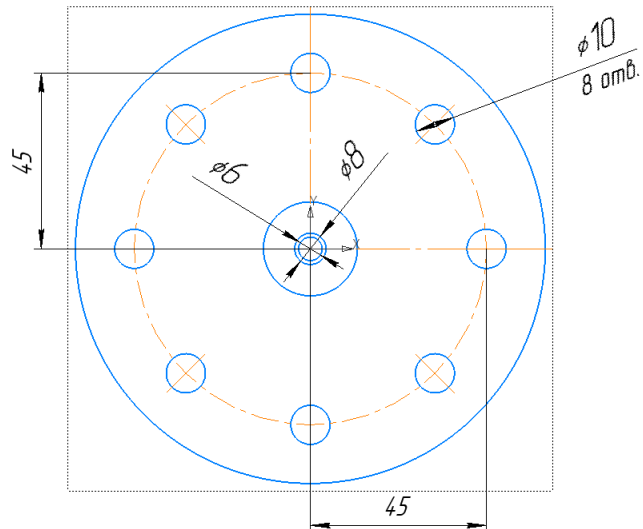
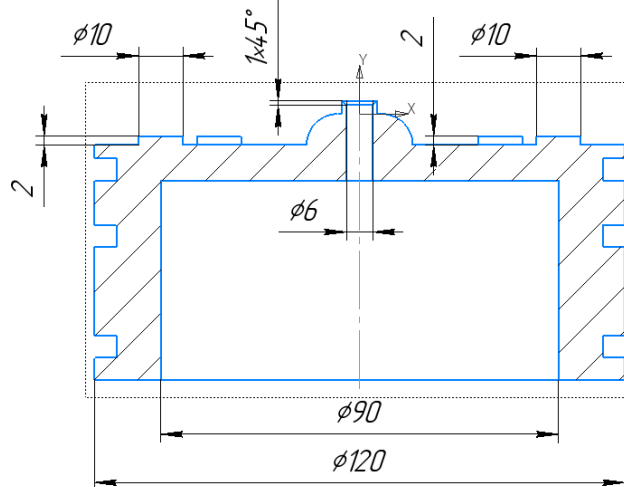

Рисунок 5. Вид детали сверху
Рисунок 6. Вертикальный разрез детали слева
- 2) Нанести на деталь окружность (рисунок 5), с дальнейшим применением операции «массив по концентрической сетке» и добавлением еще 7 окружностей и применением формообразующей операции (рисунок 6, 7);